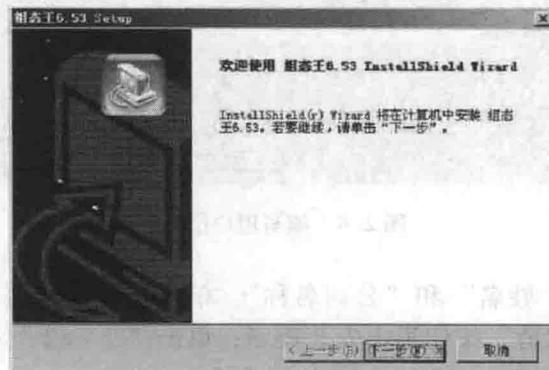

图 2-2 开始安装组态王
- (3) 开始安装。单击“安装组态王程序”按钮，将自动安装“组态王”软件到用户的硬盘目录，建立应用程序组并弹出“组态王 6.53 Setup”对话框，如图 2-2 所示。